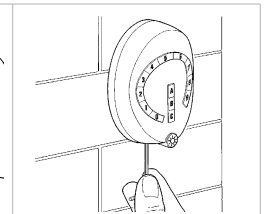

Abb. 5
- Das Codeschloss mit der Verschlusschraube an der Halterung befestigen - Abb. 5